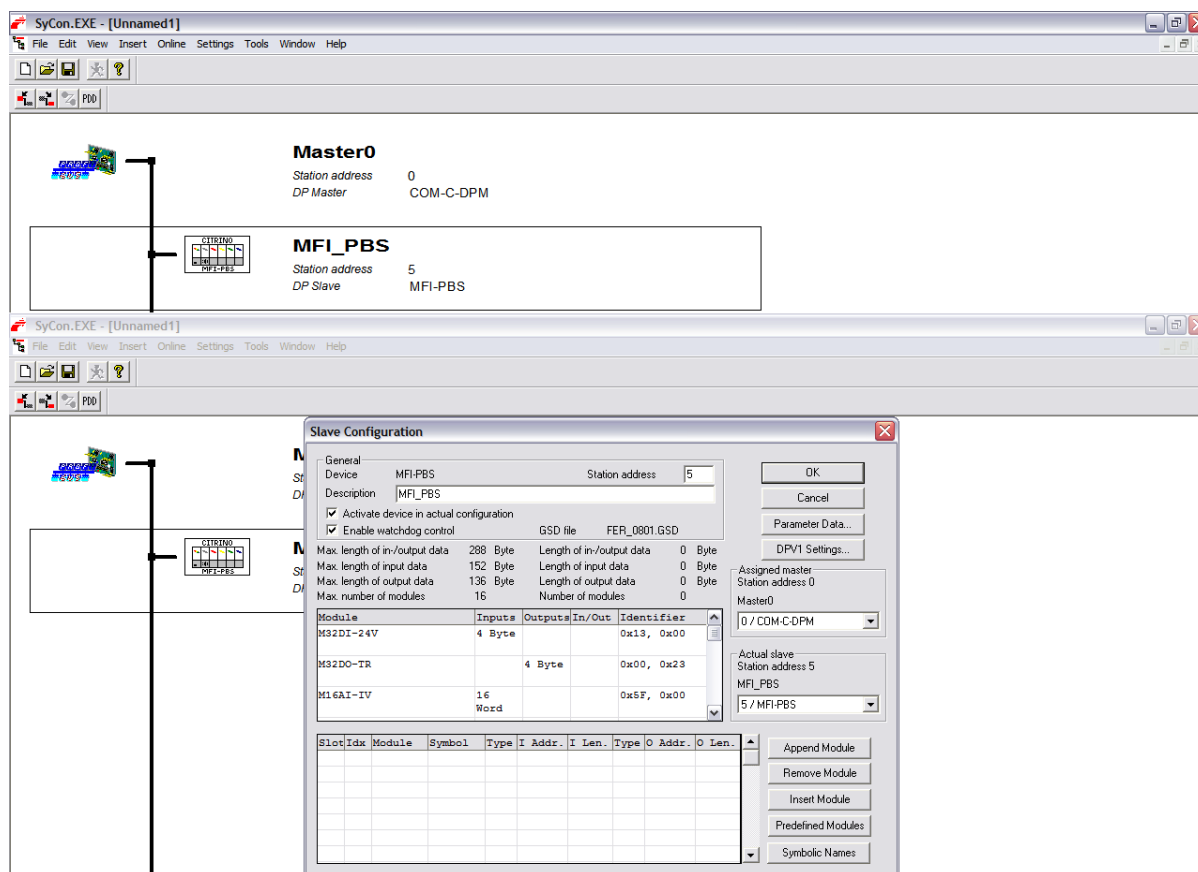

Figura 3.3.3 – Exemplo de configuração e parametrização no SyCon (ícone do escravo)
- 6) Desta maneira aparecerá um ícone como o da Figura 3.3.3;